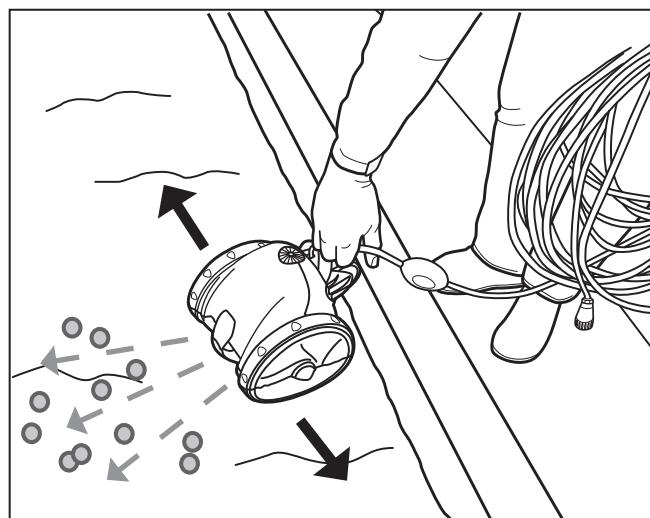

Figura 4. Sumerja el limpiador verticalmente
- Mientras toma el limpiador por el mango, sumérjalo en la piscina y elimine el aire atrapado en el interior, manteniendo la unidad en forma vertical. Asegúrese de que el limpiador se hunda hasta el fondo de la piscina. Consulte la Figura 4.